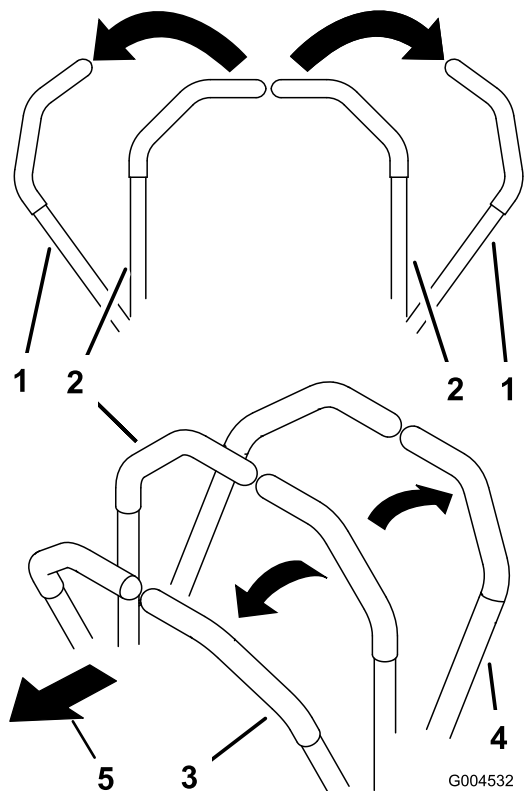

図 17
1. 走行コントロールレバー(図 17) をニュートラル固定位置にセットする。
- 前への直進走行両方のレバーをゆっくりと前に押す(図 17)。
- 後への直進走行両方のレバーをゆっくりと後に引く(図 17)。
- 旋回両方のレバーを手前に引いて走行速度を落とし、曲がりたい方向と反対側のレバーを押す(図 17)。